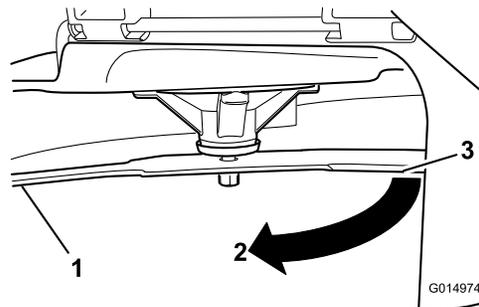

Figura 59
- Gire la misma cuchilla 180 grados de manera que el otro extremo esté en la misma posición (Figura 59).